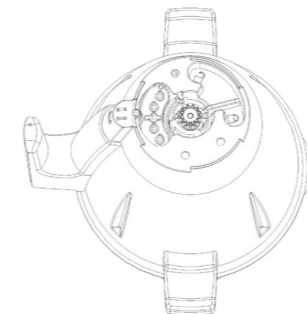

Fig. 2
3. Per inserire le lame in acciaio inox, posizionarle correttamente nel recipiente in acciaio inox e spingere la leva verso l'alto in senso orario. (vedere fig.2)